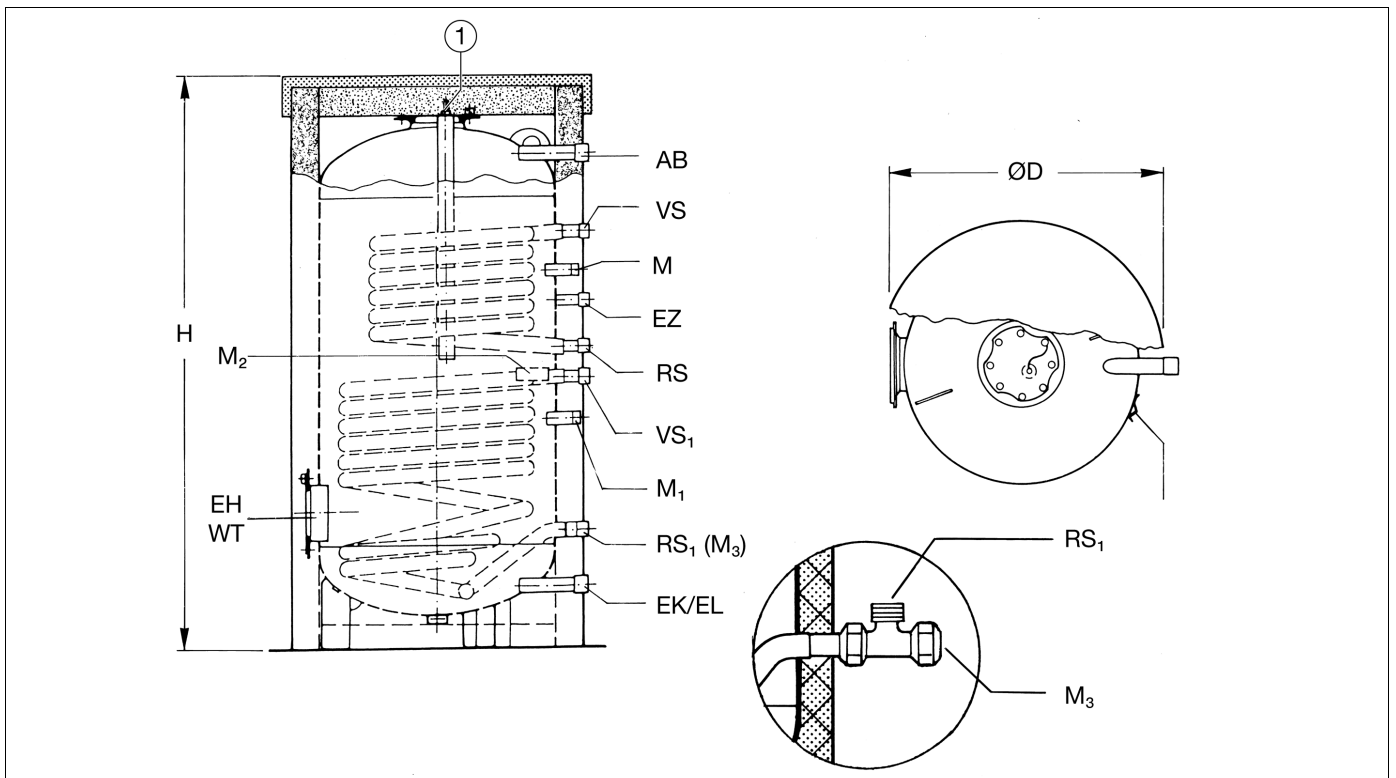

Fig. 1
- Monter la sonde dans le doigt de gant « M » (régulation par la chaudière) sur l'arrière du préparateur (fig. 1).